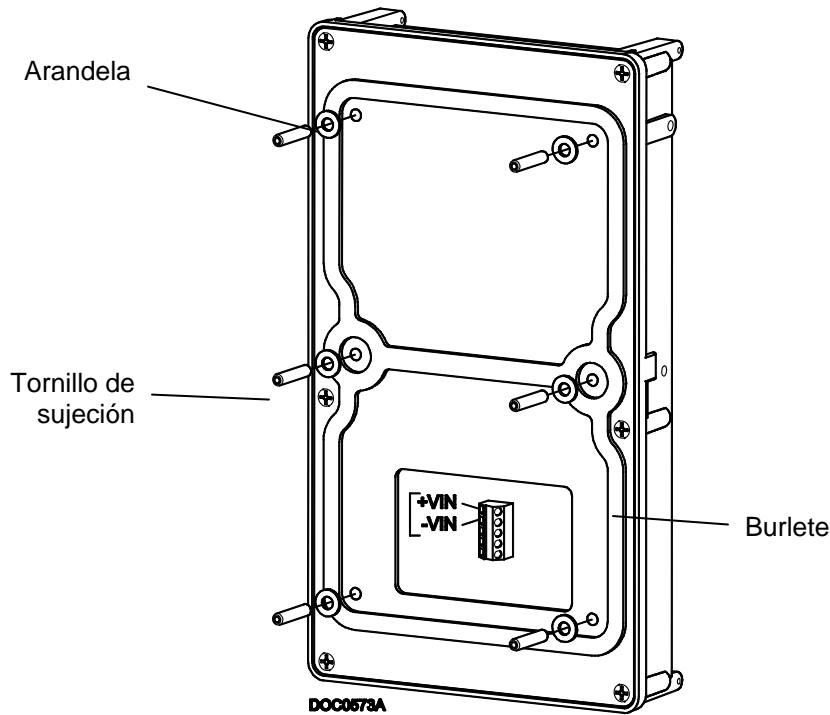

Figura 3. Placa posterior de la pantalla con teclado
7. Coloque las arandelas y tornillos de sujeción (incluidos) en la placa posterior de la pantalla con teclado (consulte la *Figura 3*).
Utilice el bloque de terminales al que se accede a través de la abertura de la parte posterior de la pantalla (consulte la *Figura 3*) para conectar el cableado de electricidad y los puertos de comunicaciones EIA-232 (RS-232). La *Tabla 1* muestra los terminales de electricidad y puertos de comunicación, que admiten cables de 16 AWG o menor. Retire al menos 5 mm (0,2 pulgadas) del revestimiento y asegure los terminales a 0,22 N-m (1,95 pulgadas-libras).